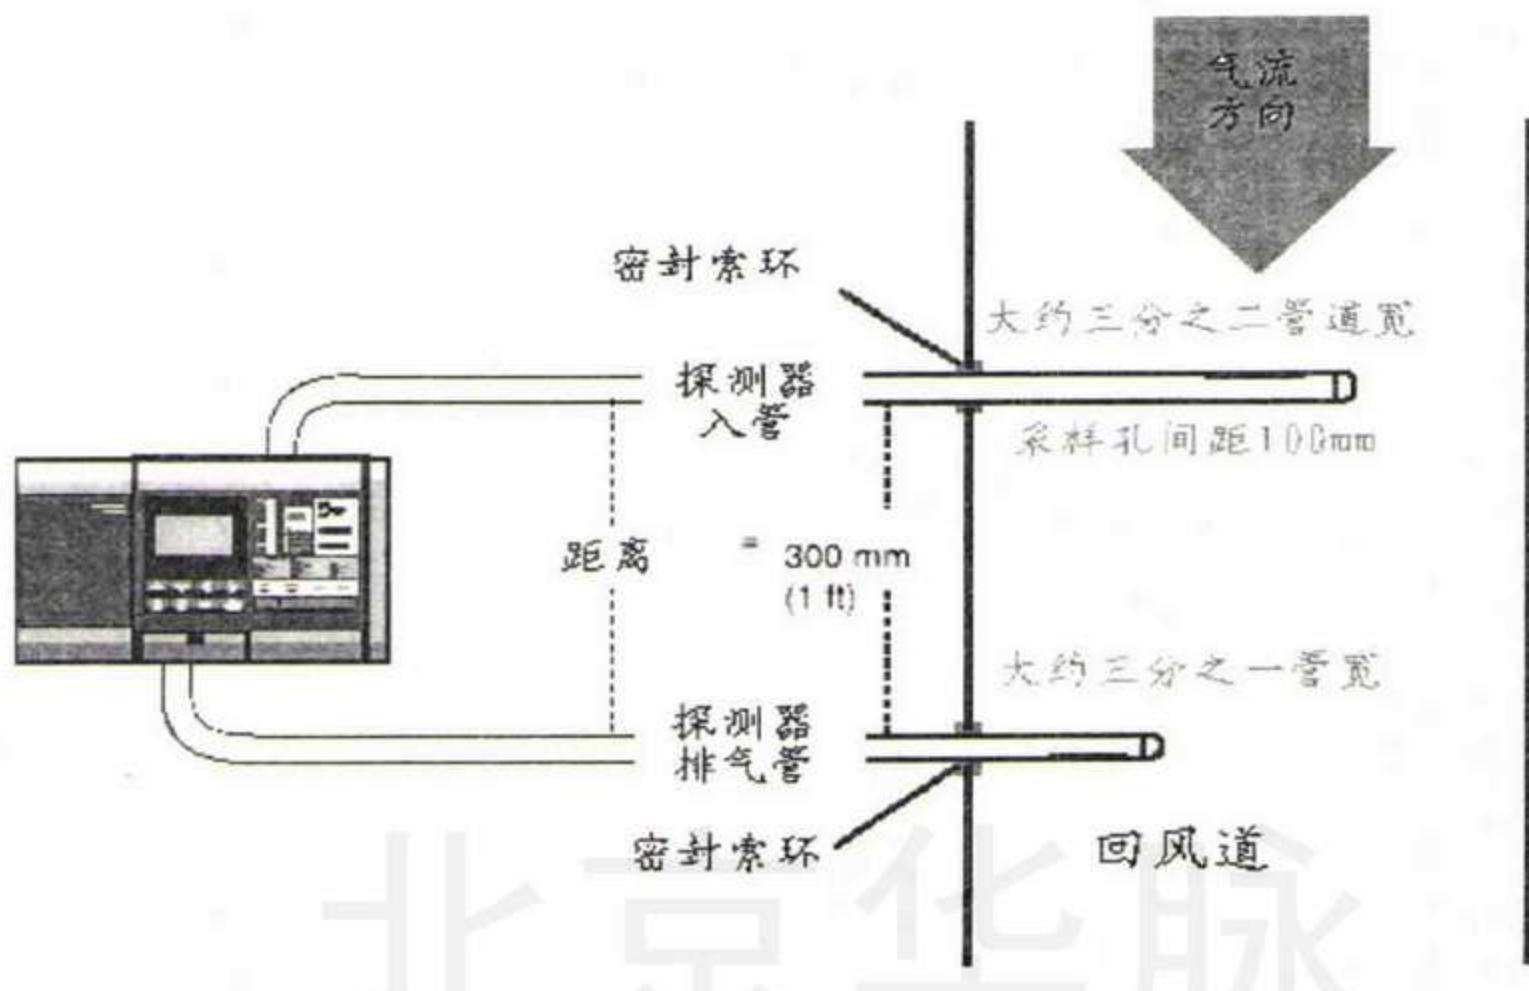
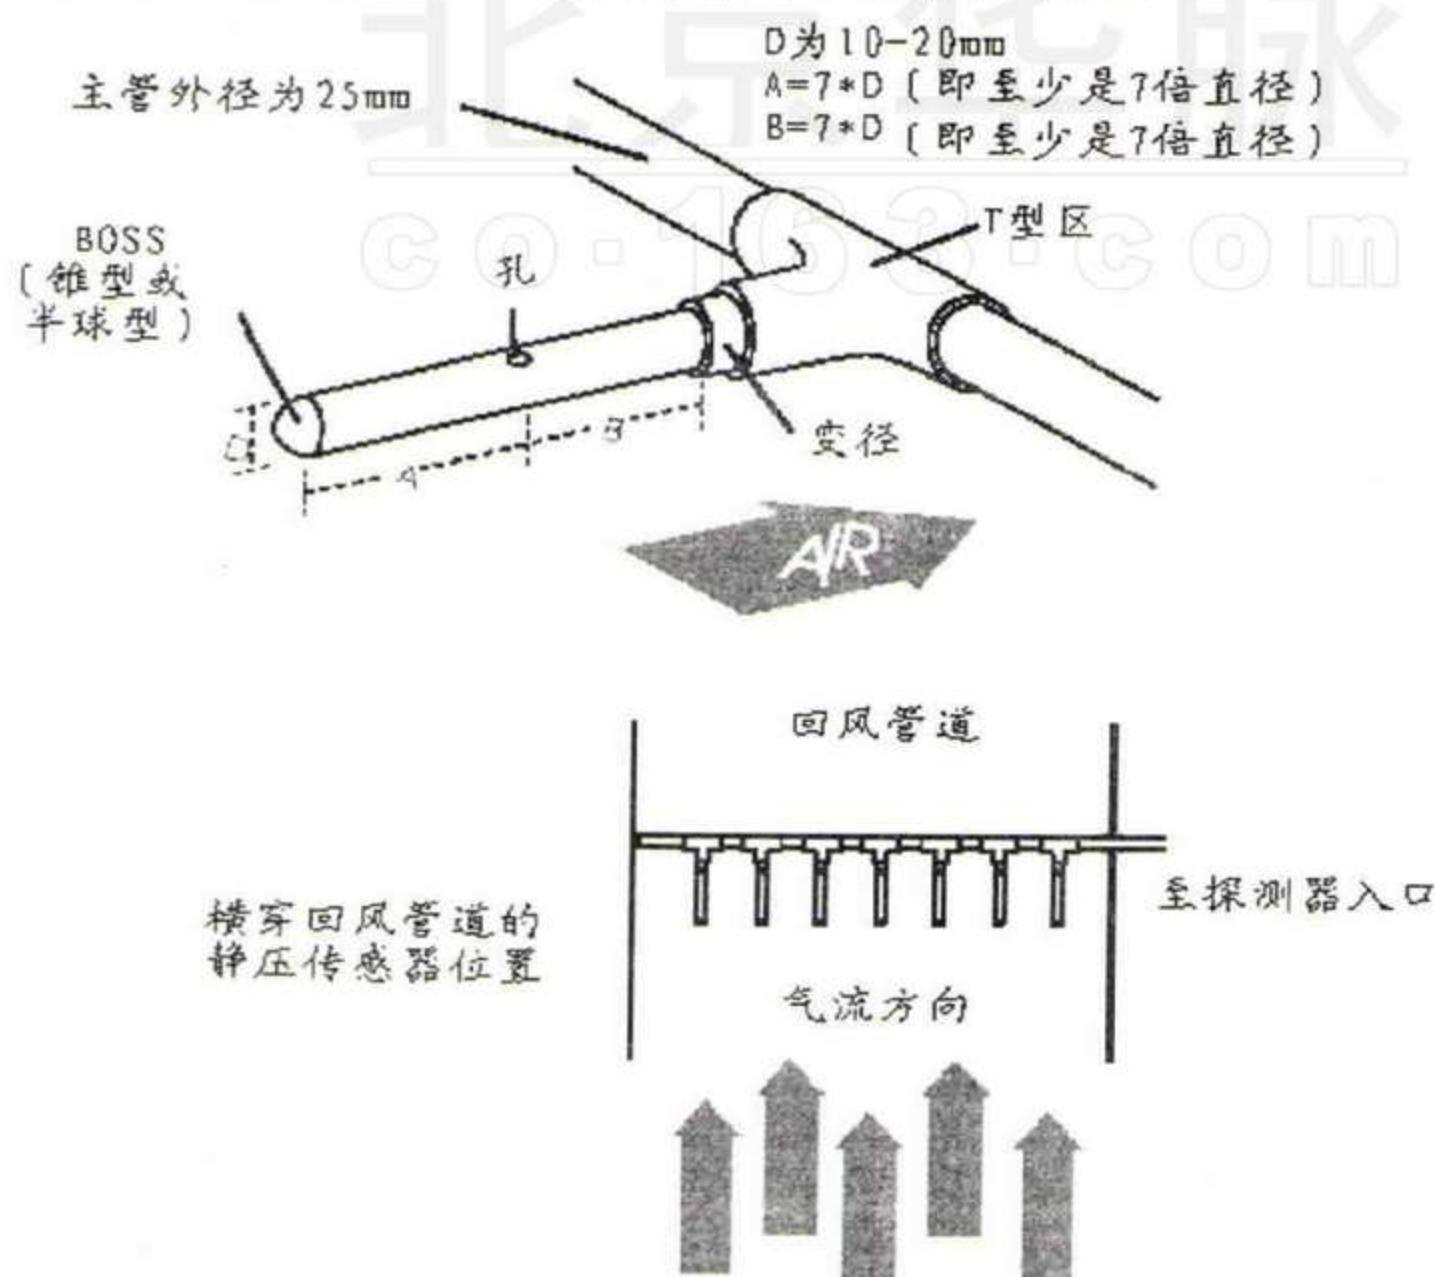

图 24：回风管道采样——探测管安装及探测管与探测器的关系
图 32：静压传感器在压力变化及速率高的情况下的应用
- 吸气和排气探测管之间的最小距离为 300 毫米 (1 英尺)。(见图 24)
输送管道内的高速气流以及用于通风的高压可能形成不同的速率分区。这会导致采样管上不同采样孔处极度不同的压力。通过在每个孔放置一个静压传感器 (static pickup)，如图 32 所示，可保持不同孔处一致的灵敏度，从而克服可能的烟雾分层 (或稀释) 问题。
安装静压传感器以便每个端点（boss，见图 32）面向气流。主干采样管横穿通风管道并且两端固定。一端封闭，另一端与探测器接口连接，排气探测管的位置及其与静压传感器的关系与图 24 所示相似。